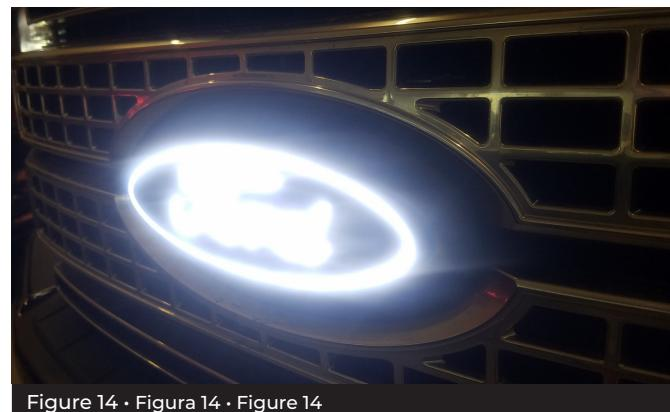

Figure 14 • Figura 14 • Figure 14
**Test the emblem (key on or vehicle running). Make sure to zip-tie wires safely in place before final reassembly. (Fig 14)**
**Fr** Testez l'émblème (contact mis ou moteur tournant). Assurez-vous de fixer les câbles en place avec des attaches rapides avant le réassemblage. (Figure 14)